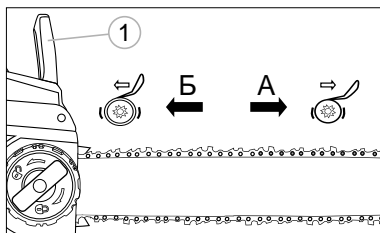

Рис. 11
Тормоз цепи 1 (рис. 11) имеет два положения:
1. Тормоз включен (цепь не двигается), когда рычаг тормоза направлен вперед А (рис. 11). В этом случае цепь не должна двигаться.
2. Тормоз выключен (цепь может двигаться), когда рычаг тормоза оттянут назад и заблокирован В (рис. 11). В этом случае цепь должна свободно двигаться по шине.